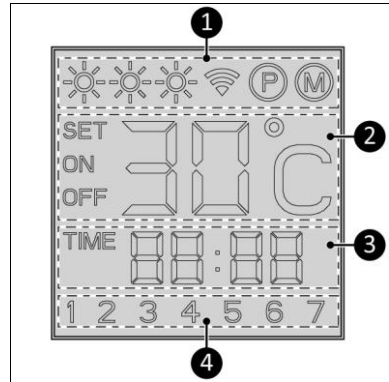

Abbildung 5
Statusanzeige (Abbildung 5, Pos. 1):
- Das "M" zeigt an, dass eine manuelle Temperaturanzeige (Abbildung 5, Pos. 2):
Zeitangabe (Abbildung 5, Pos. 3):
Tagesanzeige (Abbildung 5, Pos. 4):